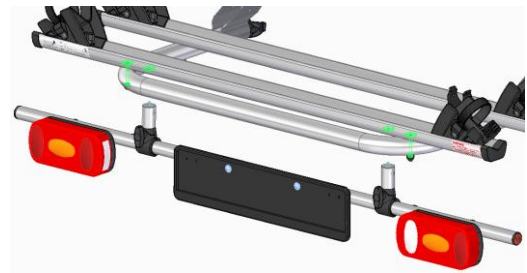

Abbildung 9
- Bei mittig angebrachten Fahrradträgern ans Fahrzeug-Heck (Heckklappen- und Scharnierträger) müssen zwei Nutensteine symmetrisch innerhalb des Auslegerrohrs platziert werden. Die anderen zwei Nutensteine, die näher links und rechts am Fahrradschienen-Ende liegen, werden jetzt wieder dazu verwendet die Fahrradschiene an den Ausleger zu schrauben (siehe Abb. 9).